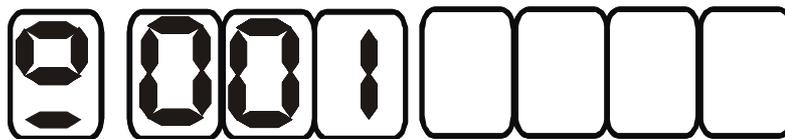

Рис. 22.
**6.3.8. Режим задания номера ID прибора.** Находясь в рабочем режиме, нажмите кнопку “Режим” семь раз. Прибор перейдет в режим задания номера ID прибора. На индикаторе отобразится надпись (Рис. 22):